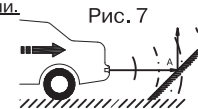

Рис. 7
- (1) Расстояние до точки **A** (рис. 7) может быть определено некорректно в связи с нестандартным углом отражения.